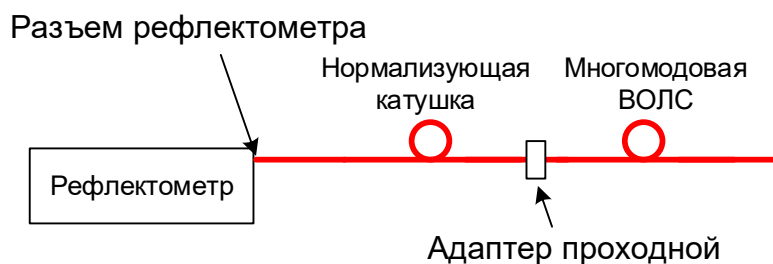

Рис. 3.3 Схема для исследования линии связи с нормализующей катушкой
2.1 Подключите между рефлектометром и многомодовой линией связи соответствующую нормализующую катушку (рис. 3.3). Проведите измерение действия п.1.4.